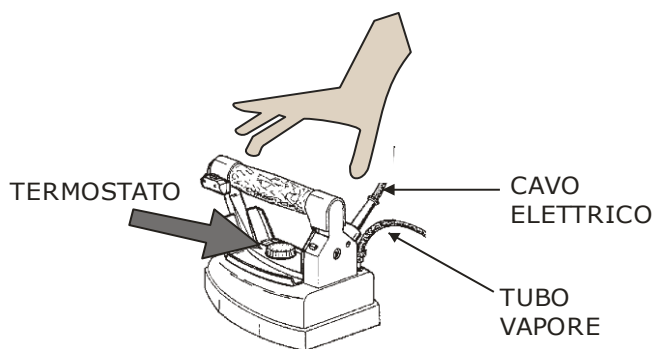

Fig. 3
3. Accendere la scheda elettronica, scegliere le funzioni da utilizzare (ferro, caldaia, ...) e portare il termostato del ferro da stiro (fig. 3) sulla posizione "cotone".
4. Per la stiratura a secco si può regolare il termostato (fig. 3) sulle varie posizioni, secondo il tipo di tessuto che si vuole stirare (fare riferimento quindi alle indicazioni apposte sui capi). Per lo stiro a vapore si deve regolare il termostato sulla posizione "cotone" o "lino".
6. quando il ferro si surriscalda o perde acqua (fig. 3);
7. quando si lava o si pulisce il ferro da stiro con l'acqua (fig. 3);